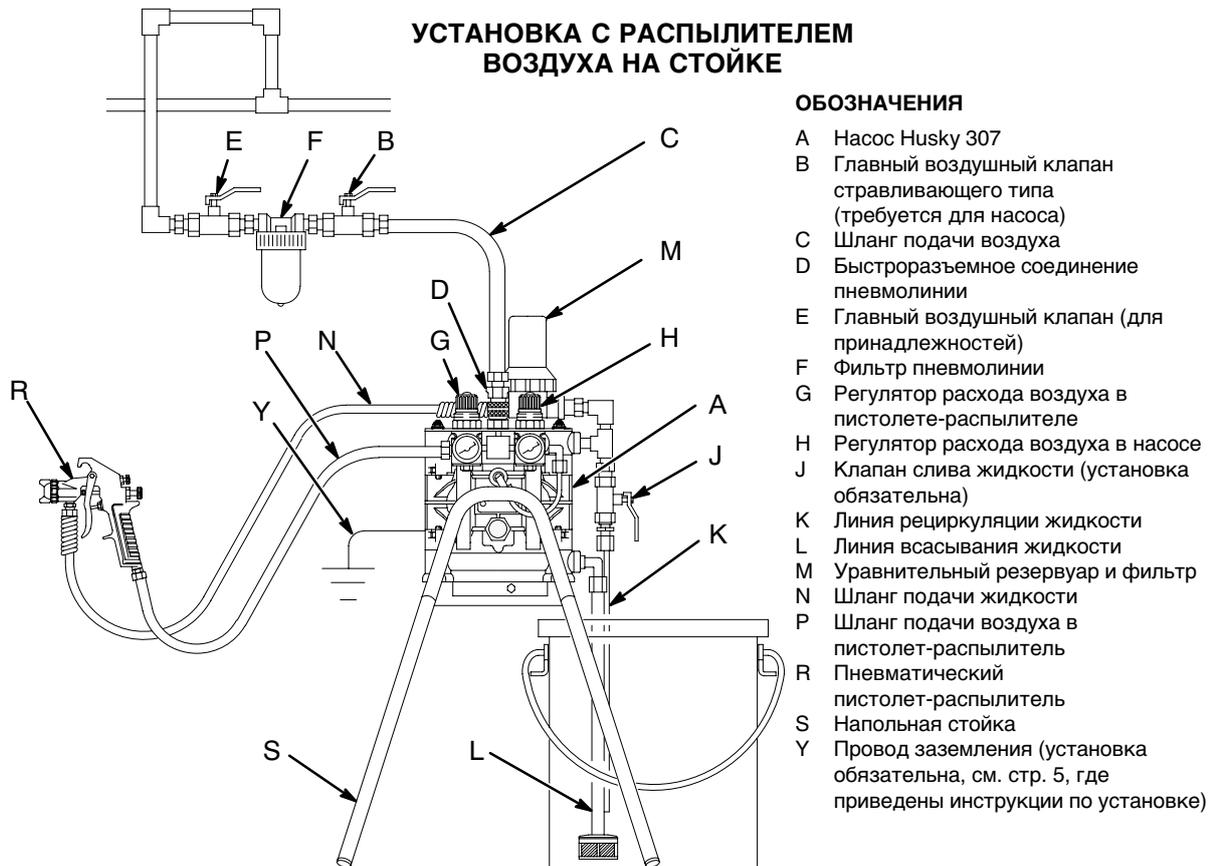

Рис. 4
- Типовые схемы установки, показанные на рис. 4–7, являются лишь руководствами для выбора и установки компонентов системы. Обращайтесь к дистрибьютору компании Graco за поддержкой в разработке системы, отвечающей вашим требованиям.
При перекачивании токопроводящих легковоспламеняемых жидкостей **всегда** заземляйте всю гидравлическую систему, обеспечивая электрический путь к фактическому грунтовому заземлению (см. рис. 4–7). **Никогда** не используйте насос из полипропилена с не проводящими ток горючими жидкостями согласно требованиям местных правил противопожарной безопасности.
Главный воздушный клапан стравливающего типа (В) необходим в системе для удаления воздуха, скопившегося между этим клапаном и насосом. См. рис. 4–7. Скопившийся воздух может привести к неожиданному срабатыванию насоса, что может нанести серьезную травму, включая попадание жидкости в глаза или на кожу, повреждение движущимися частями или загрязнение опасными жидкостями.
Для снятия давления в шланге в случае его забивания необходимо установить в системе клапан слива жидкости (J). См. рис. 4–7. Клапан слива снижает риск получения серьезной травмы, включая попадание жидкости в глаза или на кожу, а также загрязнение опасными жидкостями при снятии давления. Установите клапан рядом с выпуском жидкости в насосе.
ВЫПУСК ОТРАБОТАННОГО ВОЗДУХА (показана установка, погруженная в жидкость) Принадлежности см. на рис. 4